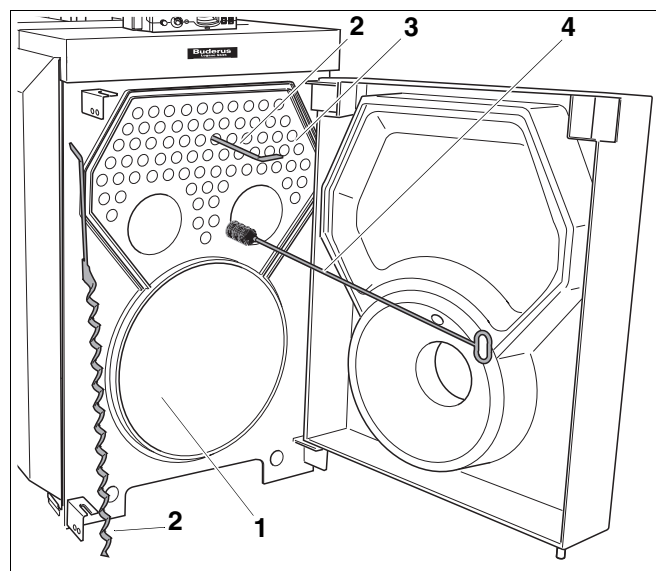
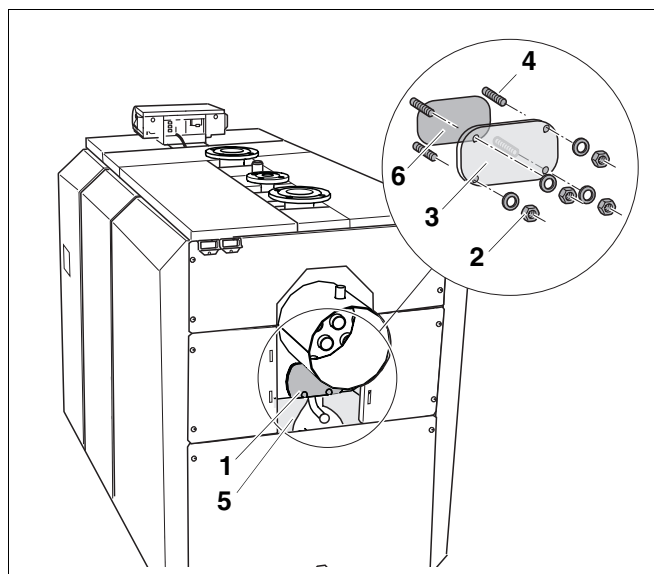

Рис. 51 Чистка поверхностей нагрева
Рис. 53 Демонтаж крышки для чистки
- Удалить турбуляторы (рис. 51, **поз. 2**) из труб дополнительных поверхностей нагрева (рис. 51, **поз. 3**).
- Очистить турбуляторы (рис. 51, **поз. 2**).
Если Вы не протасили ершик щетки (рис. 51, **поз. 4**) через всю трубу, то обратно ее можно будет вытащить только с большим трудом.
- Очистите поверхности нагрева топочной камеры (рис. 51, **поз. 1**) и трубы дополнительных поверхностей нагрева (рис. 51, **поз. 3**) щетками (рис. 51, **поз. 4**).
- Слегка оттянуть в сторону теплоизоляцию коллектора дымовых газов (рис. 53, **поз. 5**), чтобы освободить крышку для чистки.
- Открутить гайки и снять шайбы с крышки для чистки (рис. 53, **поз. 2**).
- Снять крышку для чистки коллектора дымовых газов (рис. 53, **поз. 3**).
- Удалить нагар из топочной камеры (рис. 51, стр. 57), из газоотводящих каналов, а также из коллектора дымовых газов (рис. 53, **поз. 1**).